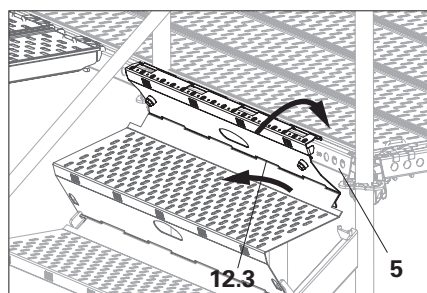

Fig. A2.11c
3. Piegarlo verso l'alto il gradino terminale UAE (13). I denti (12.3) del gradino precedente si infilano nelle fessure (13.2) del gradino terminale e collegano i due gradini. (Fig. A2.11c)